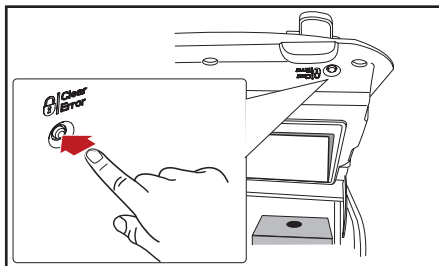

Abb. 5.2 – Taste LOCK/CLEAR-ERROR
1. Öffnen Sie die Gerätetür und drücken Sie die Taste LOCK/CLEAR-ERROR (Abb. 5.2), um das Bedienfeld der Kaffeemaschine zu sperren, um damit die unbeabsichtigte Ausgabe von Getränken oder heißem Wasser während der äußeren Reinigung zu verhindern.